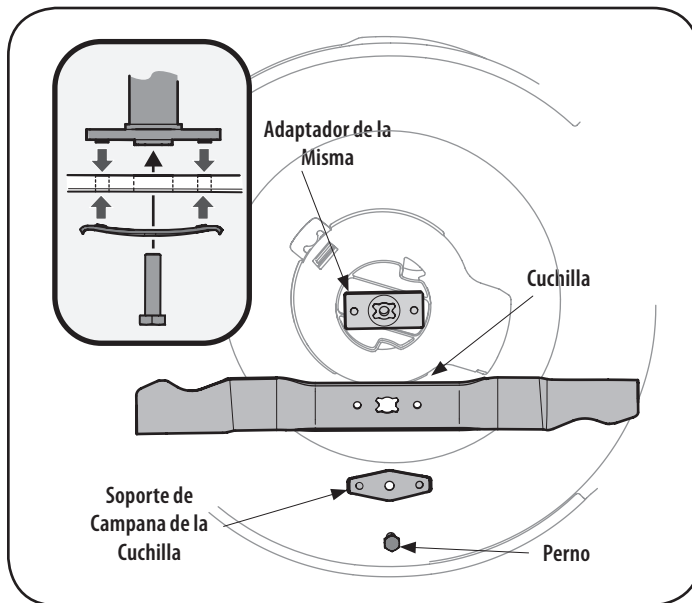

Figura 15
2. Saque el perno y el soporte de campana de la cuchilla que sostienen la cuchilla y el adaptador de la misma al cigüeñal del motor. Vea la Figura 15.
5. Lubrique el cigüeñal del motor y la superficie interna del adaptador de la cuchilla con aceite ligero. Deslice el adaptador de la cuchilla sobre el cigüeñal del motor. Instale la cuchilla en el adaptador con el lado marcado "Bottom" (inferior) (o con el número de parte) hacia el piso cuando la cortadora de césped está en posición de funcionamiento. Asegúrese que la cuchilla quede alineada y asentada en las bridas del adaptador. Vea la Figura 15 inserto.